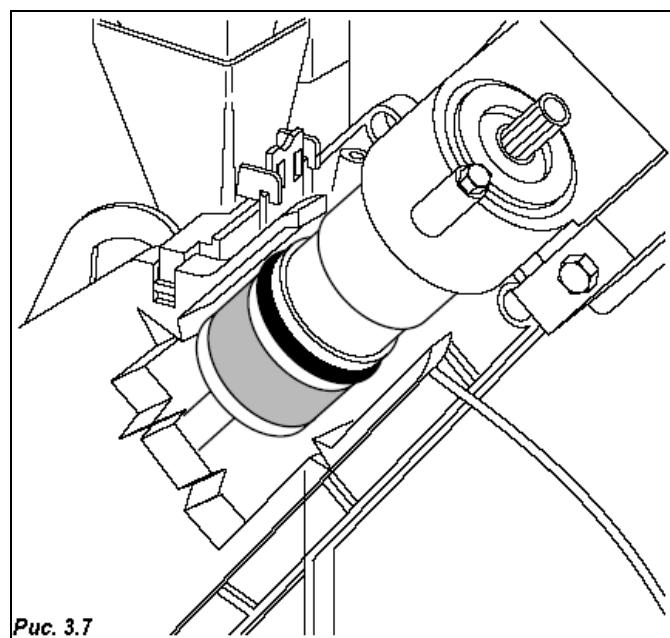

Рис. 3.7
- Редукторный электродвигатель поворотной группы переводит ее в положение раздачи, при этом одновременно производится прессование кофе. (Рис. 3.7).